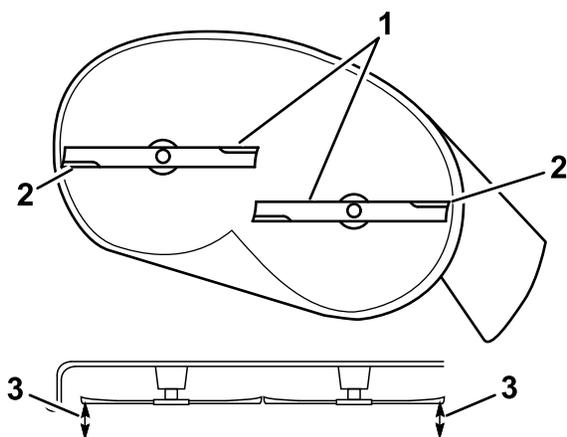

Рисунок 63
5. Измерьте расстояние от наружных режущих кромок до плоской поверхности (Рисунок 63).
4. После регулировки проверьте угол наклона в продольном направлении еще раз, продолжайте регулировать с помощью гайки до тех пор, пока конец переднего ножа не будет на 1,6–7,9 мм ниже конца заднего ножа (Рисунок 63).